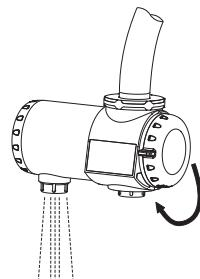

Рис.2
- Поверните переключатель водонагревателя вверх (рис.2), индикатор температуры покажет степень нагрева воды. Степень нагрева воды связана с протоком воды в смесителе: чем меньше проток, тем выше температура.